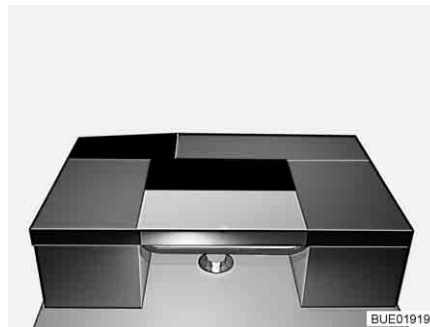

Fig. 126 Après la transformation
- Placer le coussin supplémentaire transversalement sur la table (voir Fig. 126).